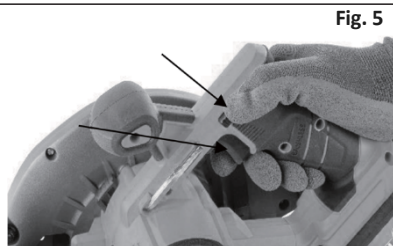

Fig. 5
**Accensione e spegnimento (Fig. 5)****ATTENZIONE**